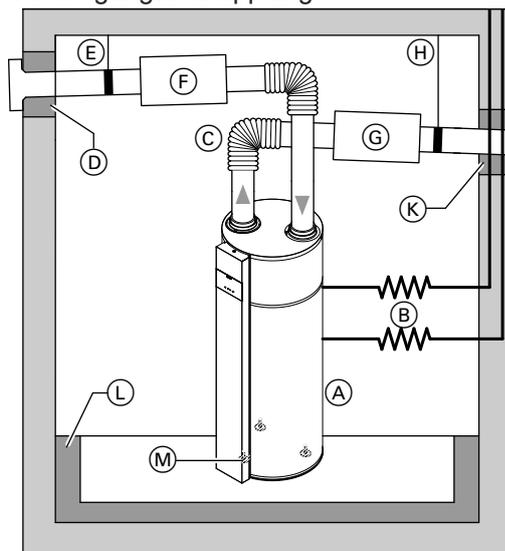

Abb. 13
- Leitungen, Wanddurchführungen und Anschlüsse an die Warmwasser-Wärmepumpe können zur Geräuschreduzierung schwingungsgedämpft ausgeführt werden: Siehe Abb. 13.